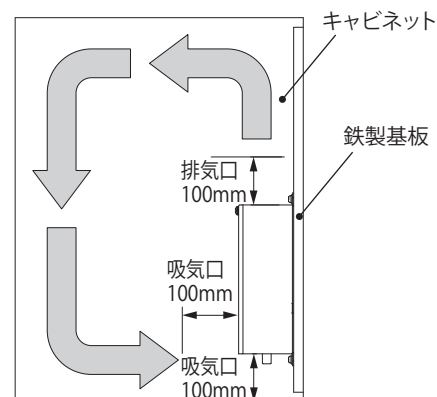

図 1 障害物からの距離
- 吸気口および排気口の通風を妨げたり塞がないよう、また、排気が直接本製品吸気口に流入しないように取付位置に注意してください。能力低下の原因になります。障害物からの距離を 100mm 以上離すことをおすすめします。(図 1)